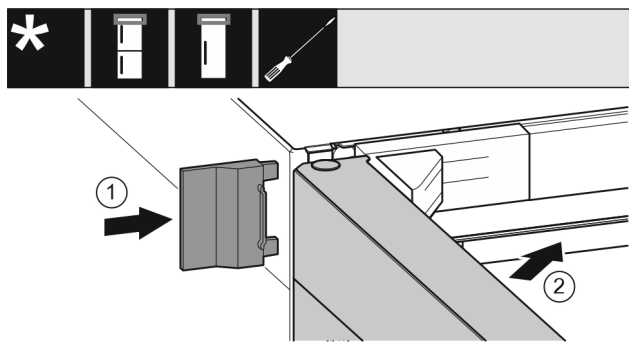

Fig. 21
- Vnější kryt Fig. 21 (1) nasuňte.
- Zavřete horní dveře Fig. 21 (2).